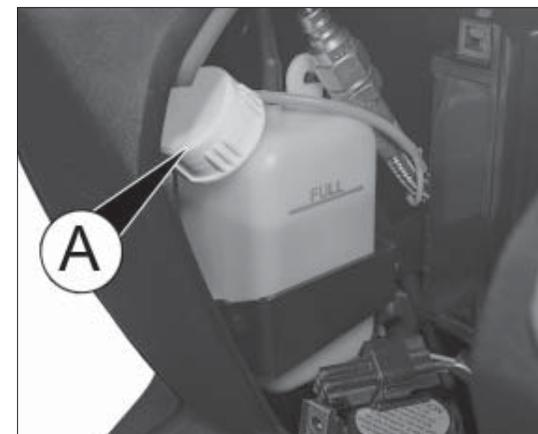

fig. 3
- verificare che il liquido raffreddamento motore presente nella vaschetta sia in prossimità della tacca FULL fig. 3;
- qualora occorra effettuare il rabbocco del liquido raffreddamento motore accedere alla vaschetta svitando il tappo A fig. 3 oppure rivolgersi ad un concessionario autorizzato Quadro Vehicles oppure presso una rete qualificata;